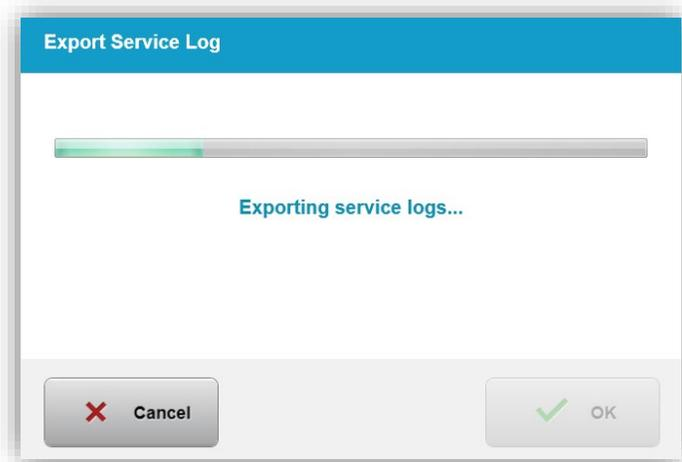

Abbildung 3-57. Service-Protokoll wird exportiert
- Das System beginnt automatisch, das Service-Protokoll zu übertragen, und zeigt den Fortschritt des Übertragungsprozesses wie in Abbildung 3-57 dargestellt.